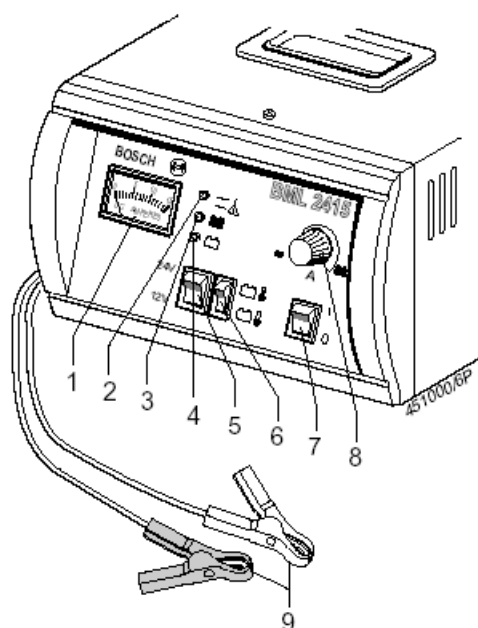

Рис.1. BML 2415
Красный индикатор (рис.1, позиция 2)
Зеленый индикатор (рис. 1, позиция 3)
Желтый индикатор (рис.1, позиция 4)
Переключатель температуры батарей (рис.1, позиция 6)
1. Выключите зарядное устройство (рис.1, позиция 7).
3. Присоедините к зажиму зарядные щипцы (рис.1, позиция 9) правильными полюсами к батарее. Красный зажим на положительном полюсе (+), черный – на отрицательном (-).
4. Переключите выключатель «холодные и теплые батареи» в нужную позицию (рис.1, позиция 6). Обратите внимание, что оценивается только температура батарей.
5. Поверните регулятор ограничения зарядного тока (рис.1, позиция 8) на левый щелчок (минимальное напряжение).
6. Поставьте переключатель напряжения (рис.1, позиция 5) на указанное напряжение заряжаемых батарей.
7. Включите зарядное устройство. При этом должен зажечься красный индикатор (рис.1, позиция 2).
9. Контролируйте ток на индикаторе зарядного тока (рис.1, позиция 1). Во время зарядки горит желтый индикатор (рис.1, позиция 4).
- ¶ Когда горит зеленый индикатор (рис.1, позиция 3), напряжение достигает 2,3 В на ячейку или же 2,4 В на ячейку (в зависимости от указанной температуры). Если батарея исправна, это означает, что батарея зарядилась приблизительно на 60% и готова к использованию.